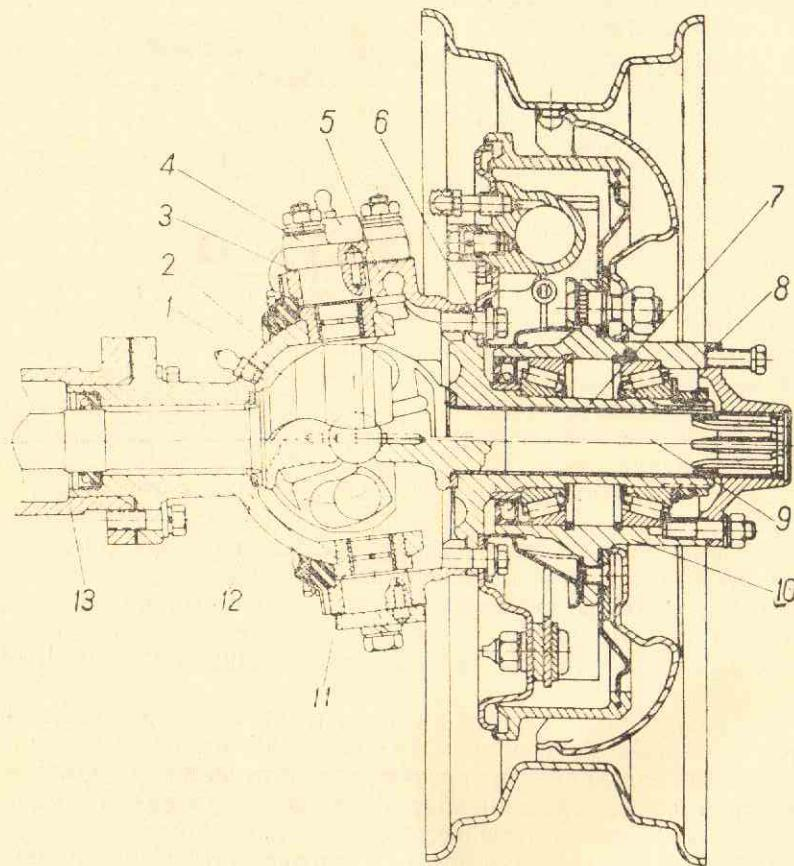
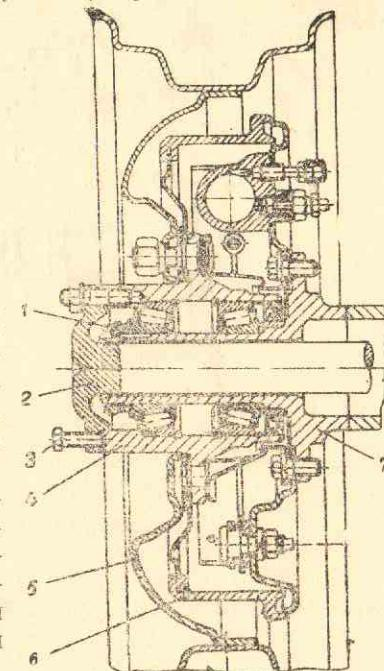

Рис. 28. Поворотный кулак.
Рис. 29. Ступица заднего колеса.
Устройство поворотного кулака в сборе показано на рис. 28. К кожуху полуоси пятью болтами привернута шаровая опора с запрессованными в нее втулками шкворней. На шаровой опоре посредством двух шкворней установлен корпус поворотного кулака, к которому шестью болтами крепится цапфа поворотного кулака и тормозной щит.
- Снять фланец ступицы переднего колеса (см. рис. 28), для заднего колеса вынуть полуось (рис. 29).